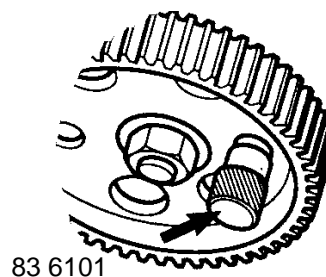

Fig.5
2) Insérer le support, 83 61B dans la rainure dans la queue de l' arbre à came. Insérer les jauges d' épaisseur également à chaque côté pour éliminer le jeu et pour obtenir l' alignement de l' arbre à came. Insérer la goupille 83 6101, dans la roue de la pompe à injection pour maintenir le positionnement correct. Voir Fig. 5.